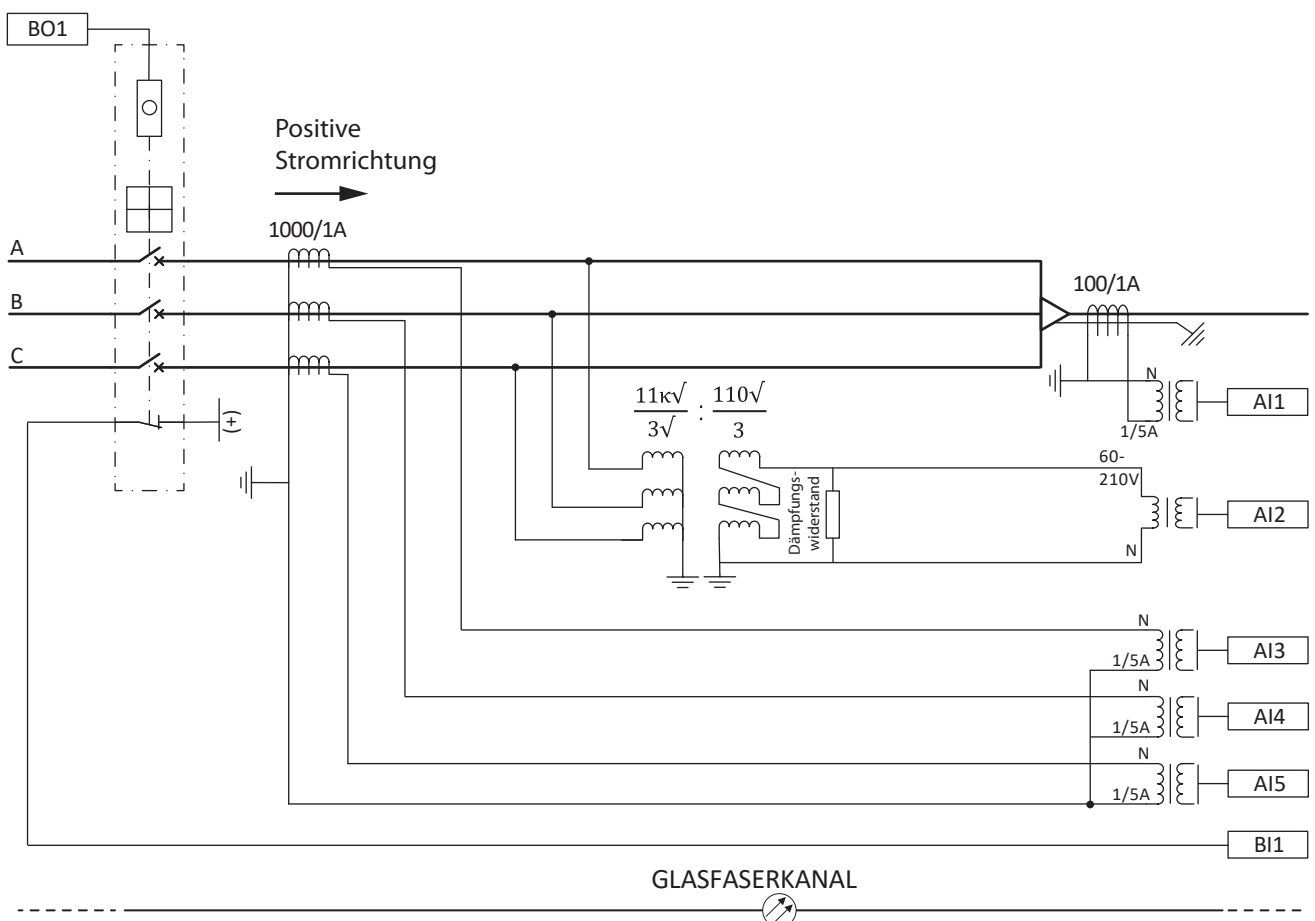

Abb. 88: Relais-Schnittstellen und CT/VT-Anschlüsse für den Beispielfall 1 Relais an Leitungsende A
Abbildung 88 zeigt die Anschlussdetails der Analogeingänge (AI), Binäreingänge (BI) und Binärausgänge (BO) des Relais. CT- und CBCT-Anschlüsse für erforderliche Leiterströme und Summenstrommessung für Leitungsdifferenzial- und gerichteten Erdschlussschutz werden ebenfalls in Abbildung 88 gezeigt. VT-Anschlüsse für Leiterspannungsmessungen und eine offene Dreieckschaltung für Verlagerungsspannungsmessungen werden ebenfalls dargestellt.